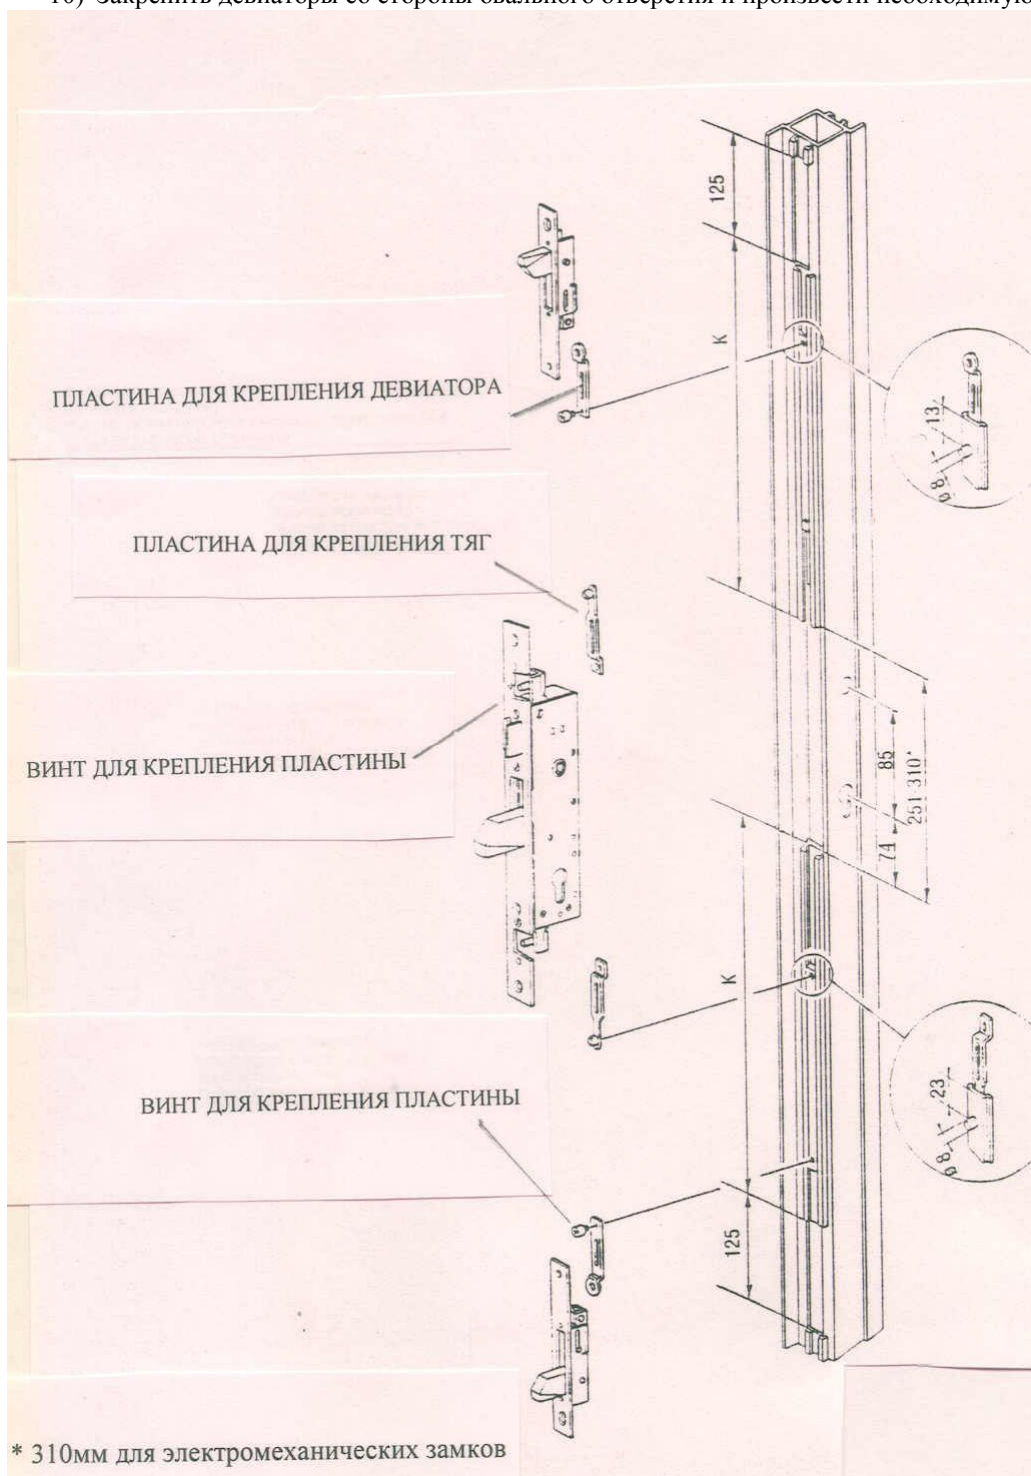

Рис.14
- 3) Прodelать на концах внешних тяг отверстия, как показано на рис.14.
- 1) Прodelать пазы для замка и девиаторов, как показано на рис. 14.